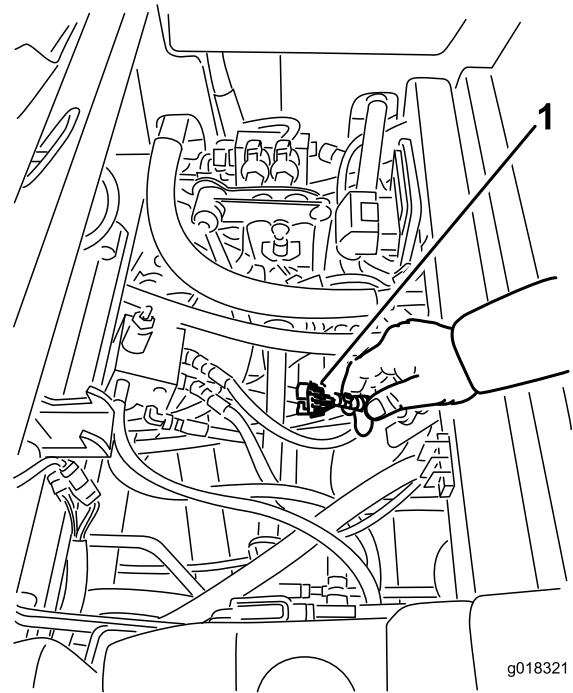

Figura 20
3. Localice el arnés de cables y los conectores, que están situados cerca del controlador (Figura 20).